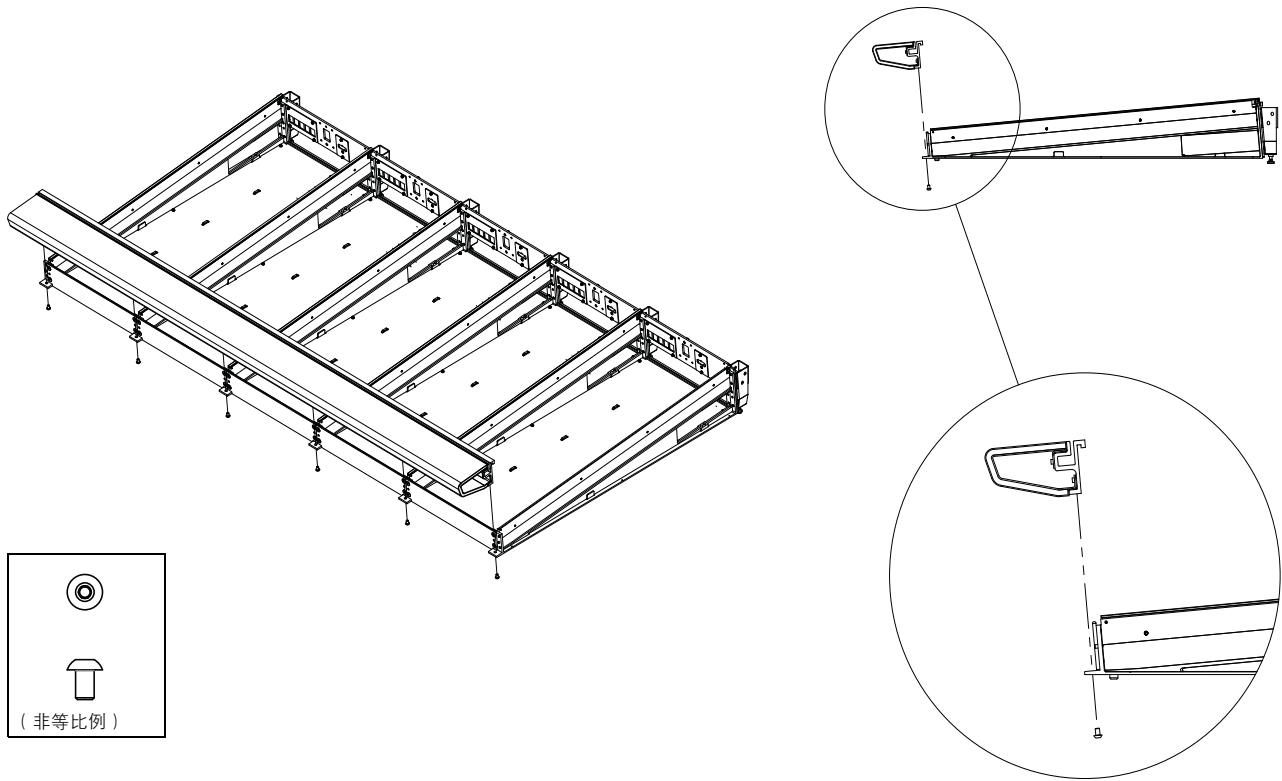

图 25 装配承架
- 4 确保正确设定承架的方位，然后将其轻轻地放到机架前端的顶部承压边缘，确保将其挂在适当位置（见图 25）。